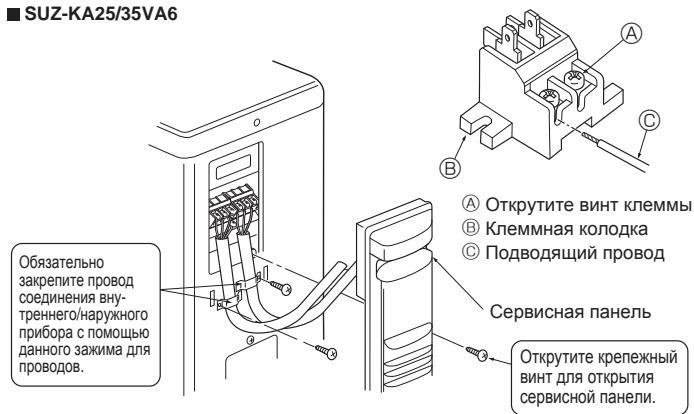

Рис. 6-3
### 6.1. Наружный прибор (Рис. 6-1, Рис. 6-2, Рис. 6-3, Рис. 6-4)
- ① Снимите сервисную панель.
- ② Проложите кабели в соответствии с Рис. 6-1, Рис. 6-2, Рис. 6-3 и Рис. 6-4.